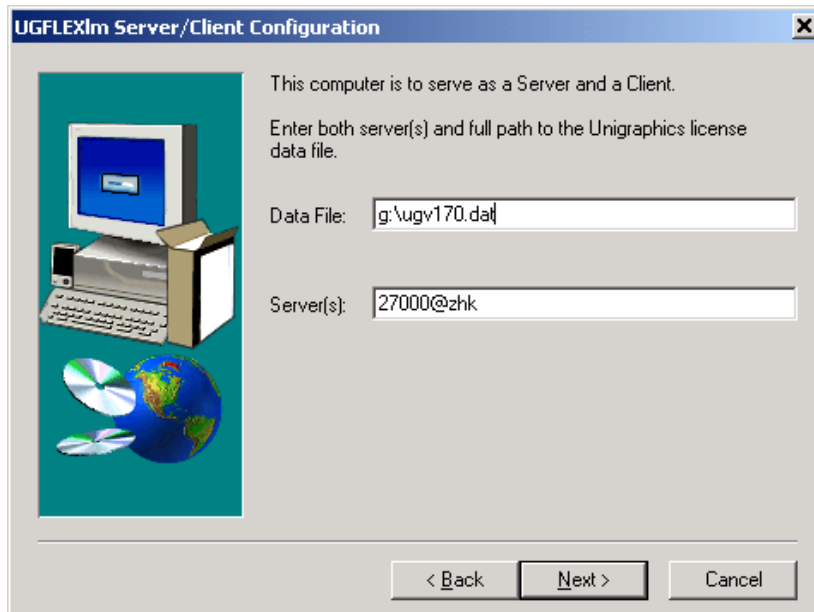

图 1.4 设置 License 文件的路径
5. 单击“Next”按钮后，会出现如图 1.4 所示的对话框，让用户指定 License 文件的位置。这里将路径设置为步骤 1 中 ugv170.dat 文件所复制的目录，即